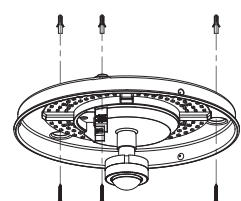

Figura 2
-Haga pasar el cable de alimentación a través del orificio situado en la parte inferior y, a continuación, conéctelo a la columna de conexión de acuerdo con el diagrama de conexión de cables. Coloque la lámpara con sensor en la posición deseada y fíjela con los tornillos de fijación. (Consulte la figura 2).